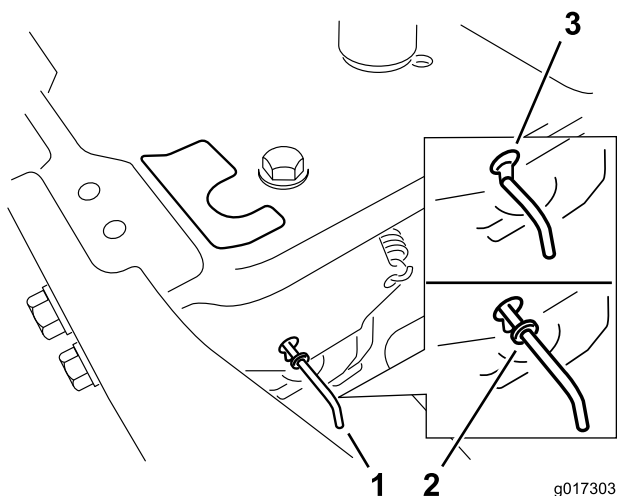

Figura 24
4. Mueva las palancas de desvío hacia adelante a través del orificio y hacia abajo para bloquearlas en esa posición, según se muestra en Figura 24. Asegúrese de hacer lo mismo con cada palanca.
Mueva las palancas de desvío hacia atrás a través del orificio y hacia abajo para bloquearlas en esa posición, según se muestra en Figura 24. Asegúrese de hacer lo mismo con cada palanca.